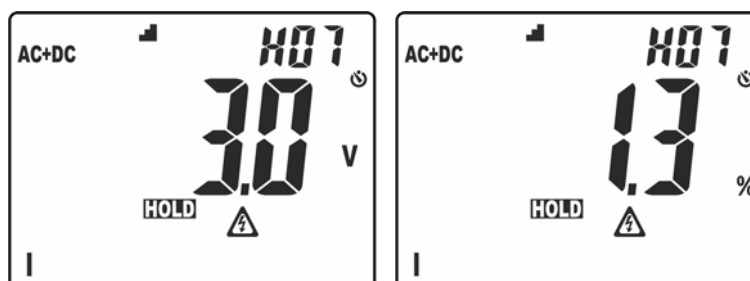

Abb. 4: Anzeige der Reihenfolge der Amplituden der Oberwellenanalyse
- Langes Drücken der Taste (mind. 2s) zur Aktivierung der Funktion **H₂O** (**H**igher **H**armonic **O**rding) der Einordnung der Amplituden der Oberwellen. In diesen Bedingungen wird die Funktion "HOLD" automatisch aktiviert, das Symbol "H █ " wird im Display angezeigt, der Bargraph wird deaktiviert und das Gerät zeigt den Wert der Amplitude von allen Oberwellen zwischen der 2. und der 25., in **absteigender Reihenfolge**, von der Oberwelle mit der höchsten Amplitude, wie in der Abb. 4 gezeigt.
Im Beispiel in der Abb. 4 ist die Oberwelle mit der höchsten Amplitude die 7. Drücken Sie die Taste \blacktriangle um die Amplituden der restlichen Oberwellen anzuzeigen und drücken Sie nochmals die Taste **H/H%/H █** , um die Anzeige von absoluten oder prozentualen Werten zu aktivieren. Drehen Sie den Funktionswahlschalter zum Verlassen der Funktion.